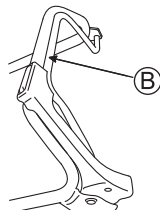

Fig. 19
4. Poussez le levier d'embrayage de traction (B) vers l'avant pour commencer à tondre. (Voir Fig. 19)